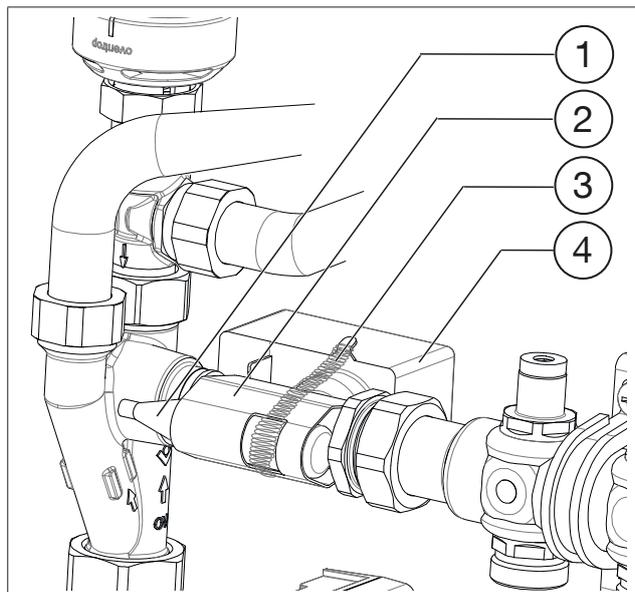

Fig. 5: Atașare senzor de contact, suport de tablă, arc de fixare și termostat de contact
4. Fixați senzorul de contact cu ajutorul tablei de fixare pe țeava dinspre turul distribuitorului (vezi fig. 5 de la pag. 8).
5. Cu ajutorul arcului de fixare (vezi fig. 5 de la pag. 8), fixați senzorul de contact, tabla de fixare și termostatul de contact conectat prin cablu.